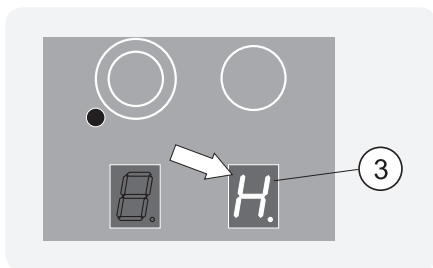

Рис.24
После выключения конфорки в окне индикации (3) (рис. 24) высвечивается буква «Н» (от англ. hot – «горячий»).